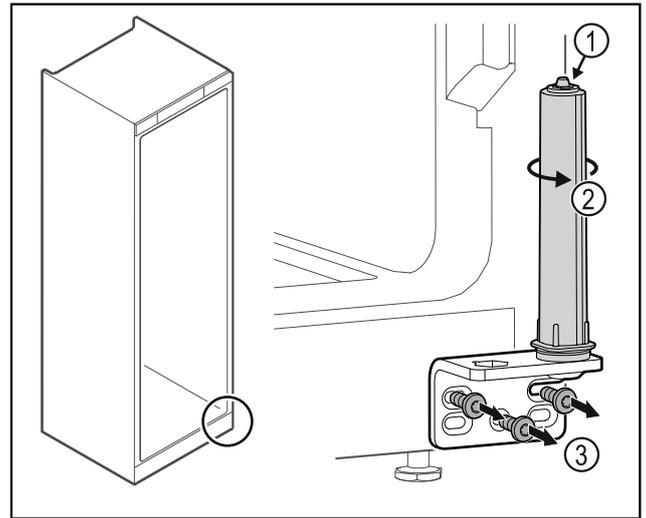

Fig. 39
► No desensamblar el sistema de cierre de la puerta Fig. 39 (1).
- Girar el sistema de cierre Fig. 39 (2) hasta que haga clic.
- Desatornillar la escuadra de bisagra Fig. 39 (3).